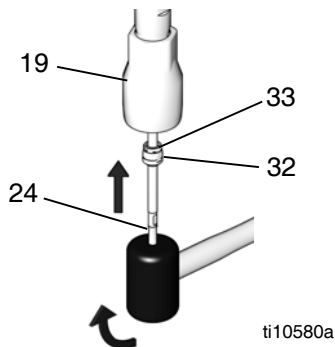

FIG. 24
10. Lubrifiez la tige du piston d'amorçage (24) puis glissez la vanne d'admission assemblée sur la tige. Assurez-vous que l'écrou du presse-étoupe (33) passe d'abord sur la tige. Poussez l'ensemble de vanne vers le haut de la tige en l'arrêtant avant qu'il n'atteigne le logement de vanne d'entrée (19). Voir FIG. 24.
11. Maintenez fermement le corps de la vanne (32) à l'aide d'une clé à molette afin de serrer l'écrou du presse-garniture (33) ; consultez le tableau suivant pour connaître le couple approprié. Utilisez un maillet en caoutchouc sur la tige du piston d'amorçage (24) pour faire monter l'ensemble de vanne jusqu'à la butée.